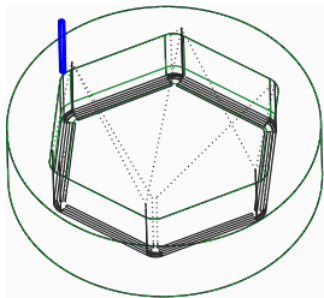
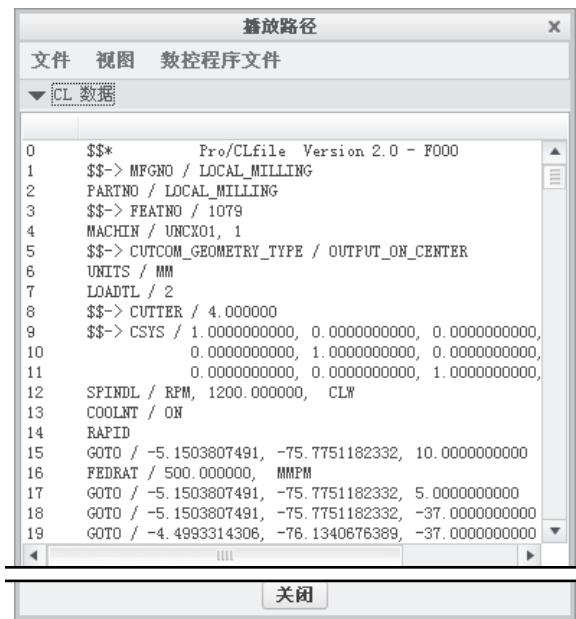

图 3.3.30 刀具路径
图 3.3.31 查看 CL 数据
Step3. 单击“播放路径”对话框中的  按钮, 观察刀具的行走路线, 如图 3.3.30 所示。单击 **▶ CL 数据** 栏可以打开窗口查看生成的 CL 数据, 如图 3.3.31 所示。